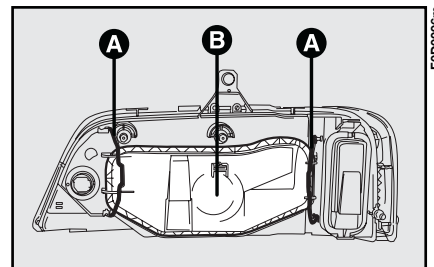

fig. 12
- 3) sganciare le mollette **A-fig. 12** ed asportare il coperchio **B**;
7) riagganciare le mollette di fissaggio, reinserire il connettore, rimontare il coperchio **B**-fig. 12 e bloccarlo con le relative mollette.